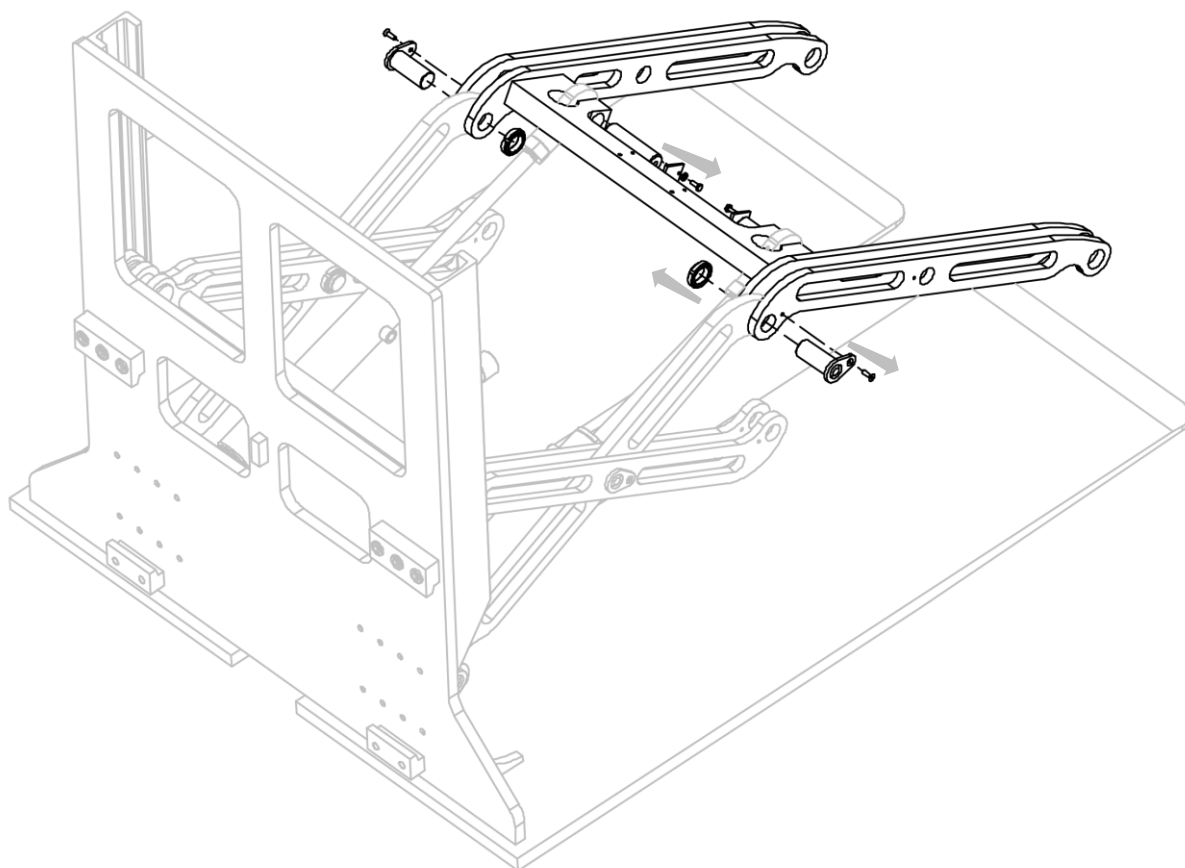

Figura 22
5. Rimuovere i quattro perni che bloccano la coppia di bracci (vedi *Figura 22*).